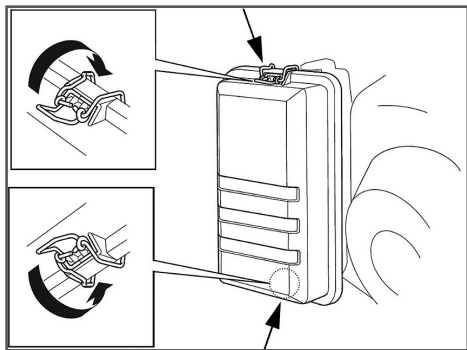

Рис. 15 Снятие крышки воздушного фильтра
1. Отстегните защелки крышки воздушного фильтра и снимите крышку воздушного фильтра (Рис. 15).